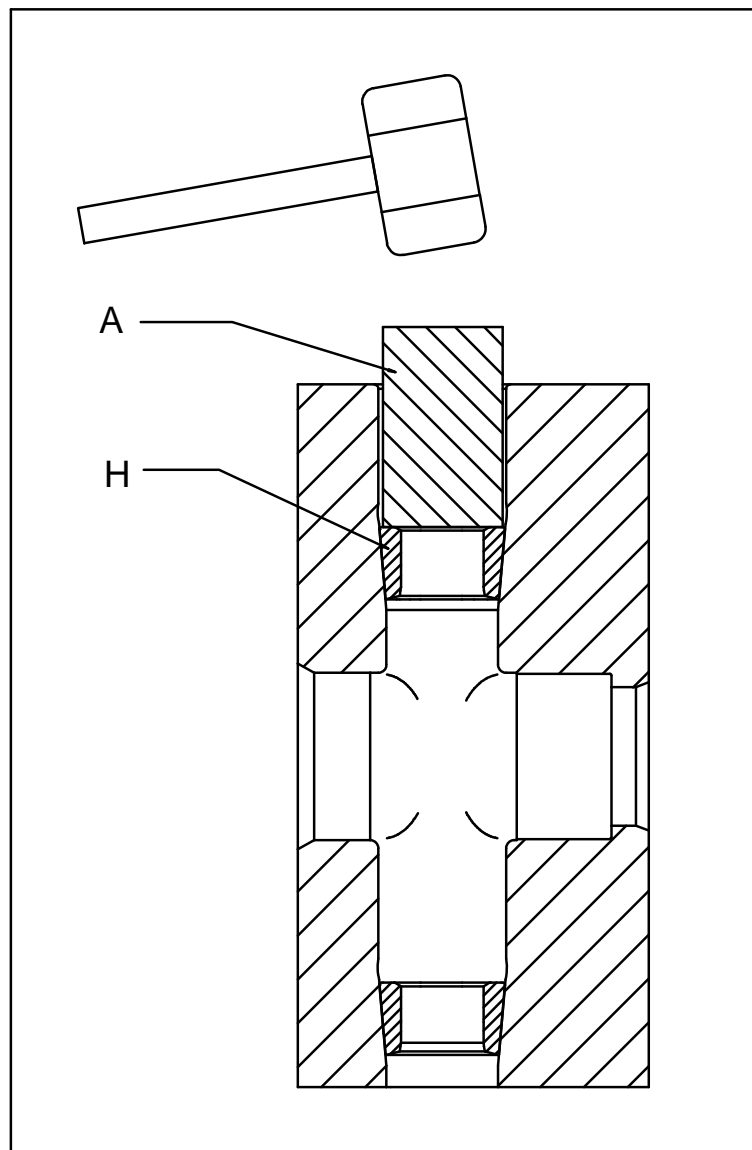

ABBILDUNG 4.4.13
- das Lager (H) in seine Position legen
- mittels einer Stange mit angemessenem Durchmesser (Abbildung 4.4.13, Pos A) und einigen Hammerschlägen das Lager in seinem Sitz blockieren